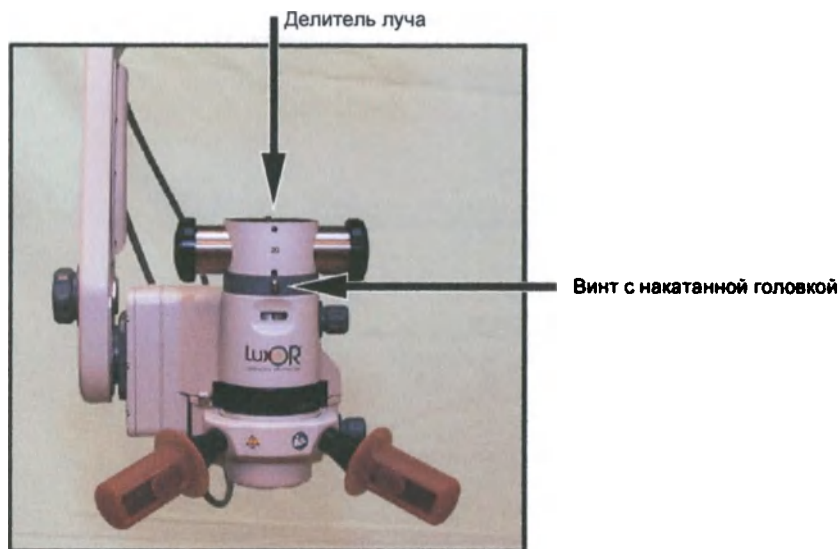

Рисунок 6-2 Установка делителя луча
2. Установите делитель луча сверху микроскопа, (деталь каждой из видеосистем). Надежно затяните фиксирующий винт с накатанной головкой, Рисунок 6-2.